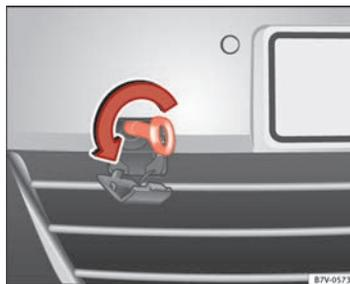

Abb. 220 Im Stoßfänger vorn rechts: Abschleppöse einschrauben.
Die Aufnahme für die einschraubbare Abschleppöse befindet sich vorn rechts im Stoßfänger ⇒ Abb. 220.
- Abschleppöse so fest es geht **entgegen dem Uhrzeigersinn** in die Aufnahme drehen ⇒ Abb. 220 ⇒ ①. Einen geeigneten Gegenstand benutzen, mit dem die Abschleppöse vollständig und fest in die Aufnahme eingeschraubt werden kann.